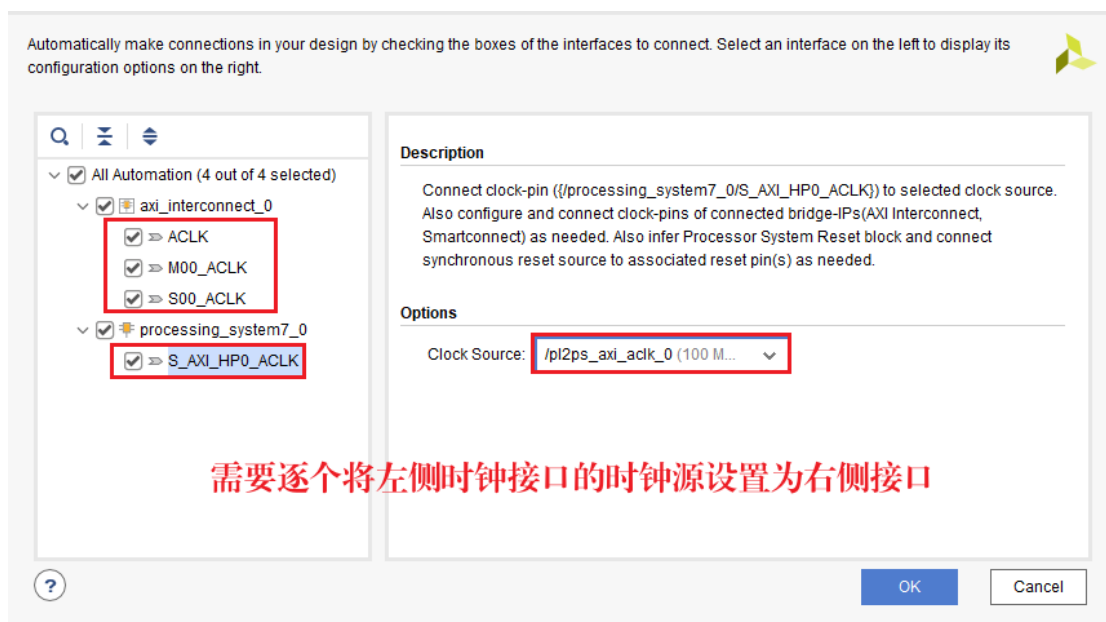

图 39-25 配置自动连接
5. 点击上方的“Run Connection Automation”，在弹出的窗口中勾选所有接口，并将所有接口的时钟源全部设置为 pl2ps_axi_aclk_0，如图 39-25 所示：